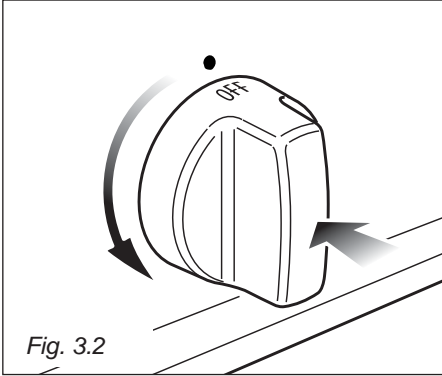

Fig. 3.2
2) Presione ligeramente y gire el mando del termostato en el sentido antihorario (fig. 3.2) hasta la posición máx. **550***.